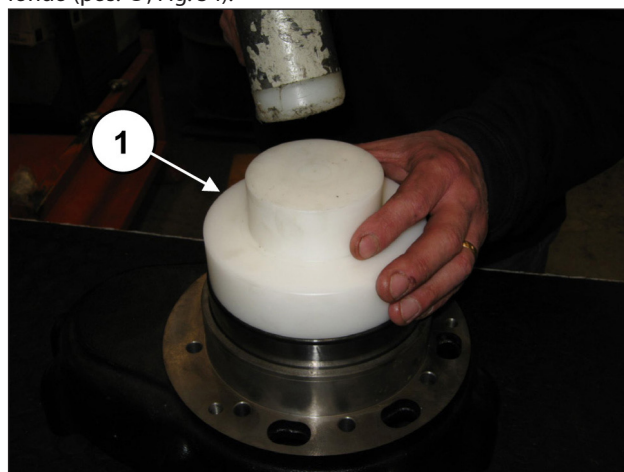
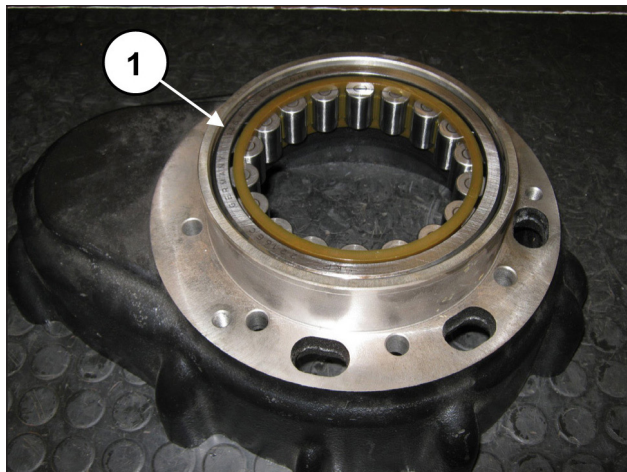

Fig. 53
Fig. 54
Desde el lado opuesto de la caja del reductor, premontar la anilla externa del cojinete del árbol acodado utilizando la herramienta cód. 27605000 (pos. ①, Fig. 53) para introducirla a fondo (pos. ①, Fig. 54).